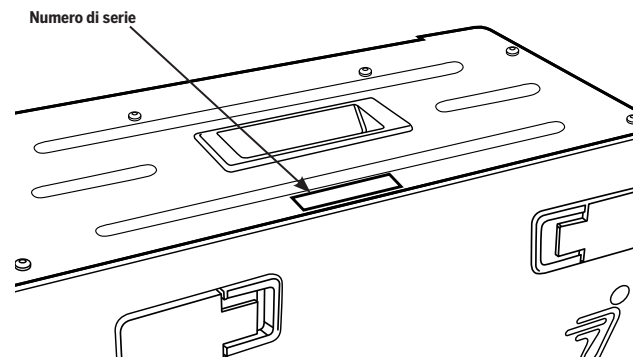

Figura 7: Ubicazione del numero di serie del modulo batteria
2. Trovare il numero di serie a 12 cifre del modulo batteria (**Figura 7**).